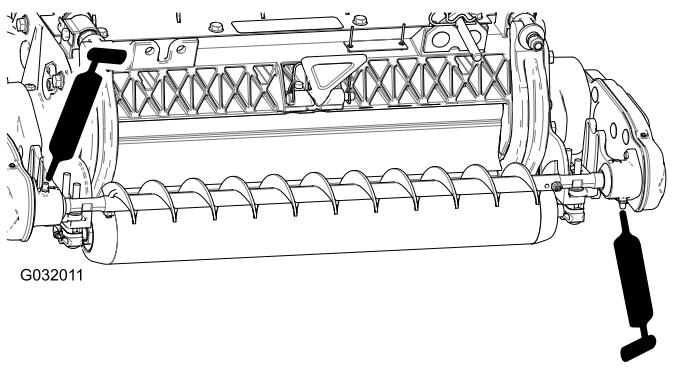

图 19
- 4. 用 2 号通用型锂基润滑脂润滑每个滚筒刷轴承座上的黄油嘴 图 19。擦掉多余的润滑脂尤其是防尘圈周围。